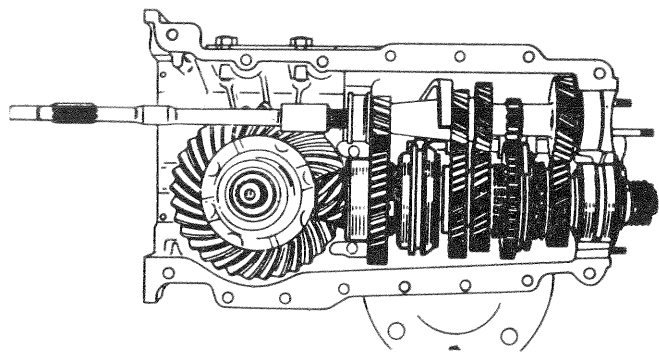

Fig. 52. — Dépose de l'arbre primaire
- Enlever l'arbre primaire (fig. 52).